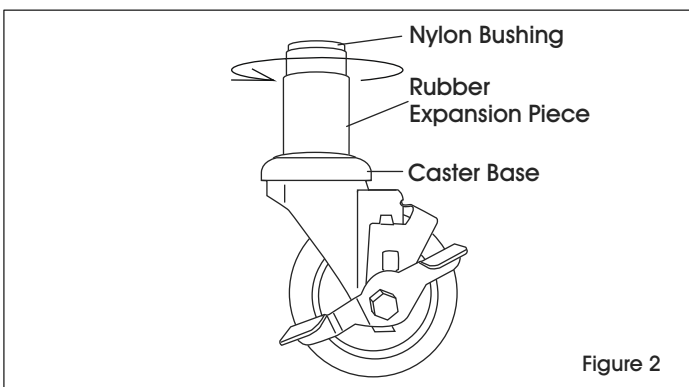

Figure 2
2. Hold caster base and rotate nylon bushing clockwise. This will cause the rubber piece to expand. (See Figure 2)
2. Tenez le socle à roulette et tournez le manchon en nylon dans le sens horaire. Ceci provoquera l'étirement de la pièce en caoutchouc. (Voir Figure 2)